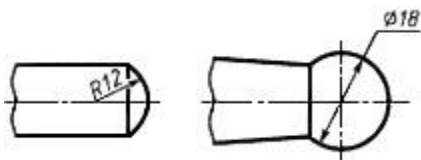

Рис. 1.18
20. В случаях, если на чертеже трудно отличить сферу от других поверхностей, наносят слово «Сфера» или знак \circ (рис.1.18). Диаметр знака сферы \circ равен размеру размерных чисел на чертеже.